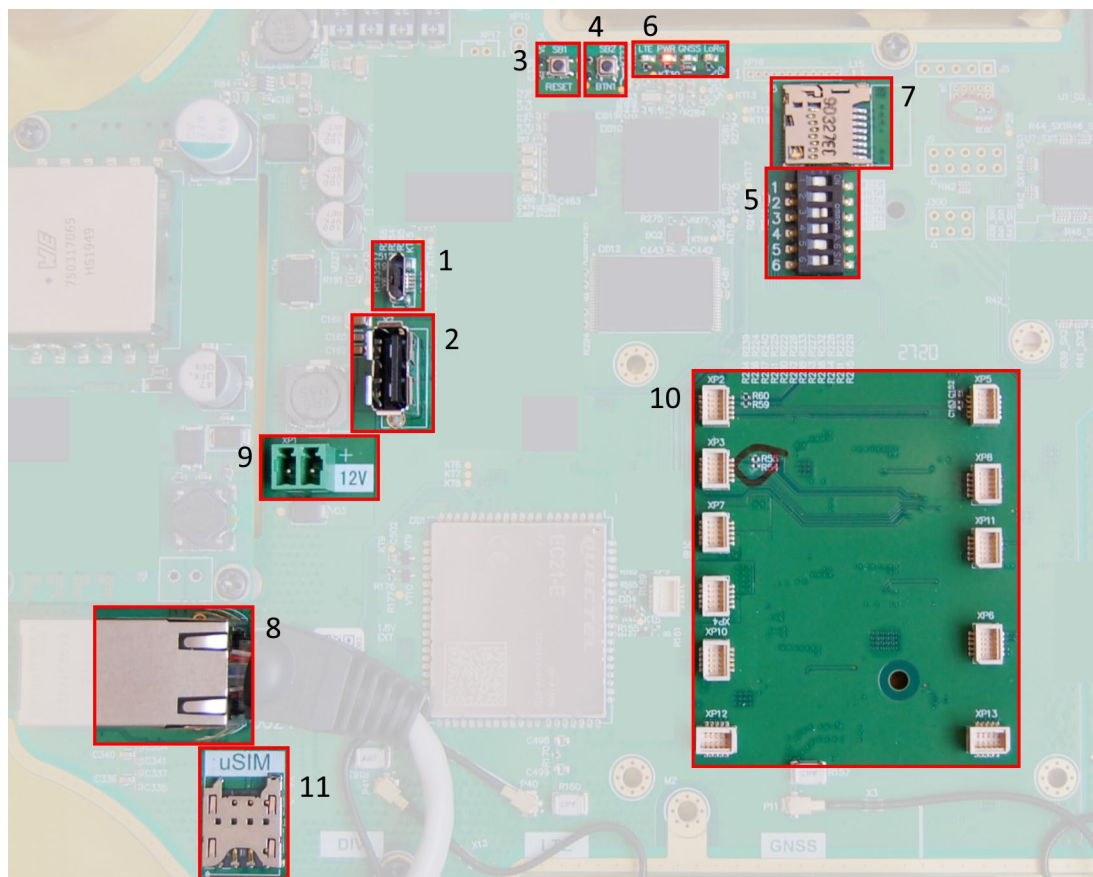

Рис. 3.1. Расположение средств управления и индикации, а также входных и выходных интерфейсов.
Базовая станция имеет mini USB порт для подключения к компьютеру и работы по протоколу SSH (рис. 3.1 (1)), а также хост USB для подключения внешних устройств по USB кабелю (рис. 3.1 (2)). Кроме того, на плате расположено гнездо для SD накопителя (рис. 3.1 (7)).
На плате базовой станции расположены две кнопки. Одна из кнопок зарезервирована для дальнейших разработок (рис. 3.1 (3)). По нажатию на другую кнопку происходит мгновенная перезагрузка базовой станции (рис. 3.1 (4)).
Кроме того, на плате расположены переключатели (рис. 3.1 (5)), которые предназначены для выбора способа загрузки образа прошивки: с внутренней памяти, с SD-карты или через mini USB с компьютера и используются только в условиях сервиса. В рабочем режиме положение переключателей должно быть таким, как на рисунке 3.2 – включены только переключатели 3, 4 и 6.
На плате расположены несколько светодиодных индикаторов (рис. 3.1 (6)), сигналы которых описаны в таблице ниже. Они отображают функционирование той или иной системы: питание (включено/выключено), видимость спутников GPS, GSM-модем (включен/выключен), функционирование программы обработки сигналов LoRa (Packet forwarder запущен/не запущен), наличие активности по Ethernet, обмен данными по mini USB порту.
При подключении по последовательному порту необходимо соединить базовую станцию с персональным компьютером кабелем с разъемом mini-USB. На плате нужный порт обозначен как USB_DBG (рис. 3.1(1)). Далее необходимо осуществить подключение к виртуальному COM-порту, для этого нужно установить драйвер для MCP2200. Тогда в диспетчере устройств появятся «Порты (COM и LPT)».